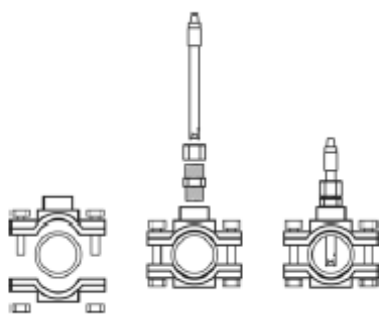

Рисунок 8
1. Установите крепежную муфту датчика pH / ОВП с помощью переходника (не входит в комплект поставки) (Рисунок 8)